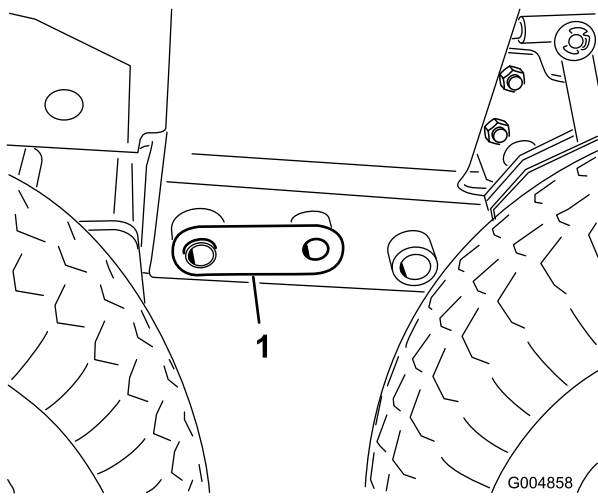

Figura 49
13. Ajuste el gato hasta que se alineen los taladros de 2,5 cm del bastidor e introduzca un pasador de acoplamiento en cada lado (Figura 49).